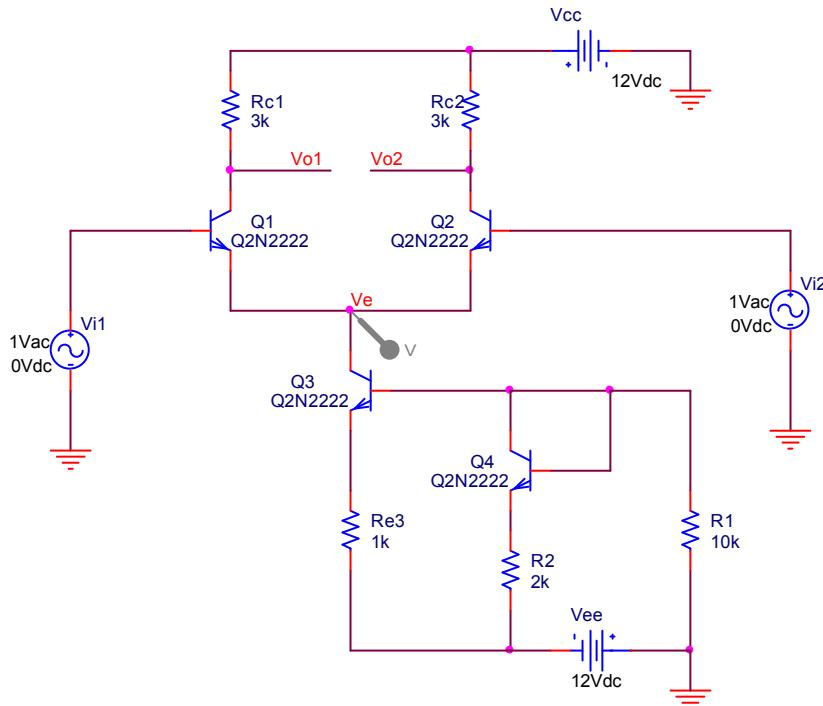

图 4.4 理想对称差动放大电路
4. 分析计算**理想对称**差动放大电路的基本特性，包括小信号差模特性和共模特性。电路如图 4.4，输入为正弦信号。(li6_2_1)